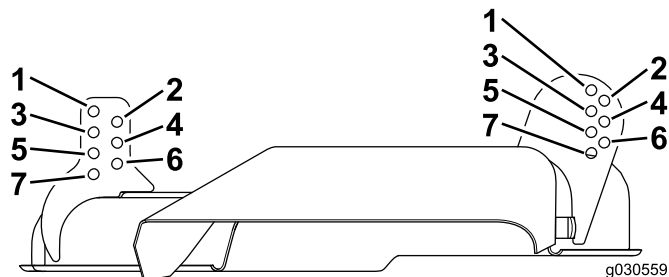

図 23
1. 以下の表にしたがって刈り込みデッキの刈高を設定する穴を調べる 図 23。